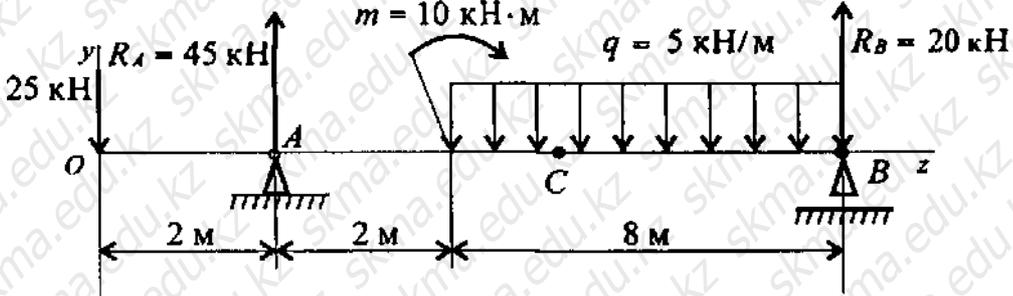

Рис. 1
14. Определите координату  $z$ , в которой поперечная сила равна нулю (рис. 1).
15. Определите величину изгибающего момента в точке С ( $z = 5$  м), используя схему рис. 1, вопрос 14.